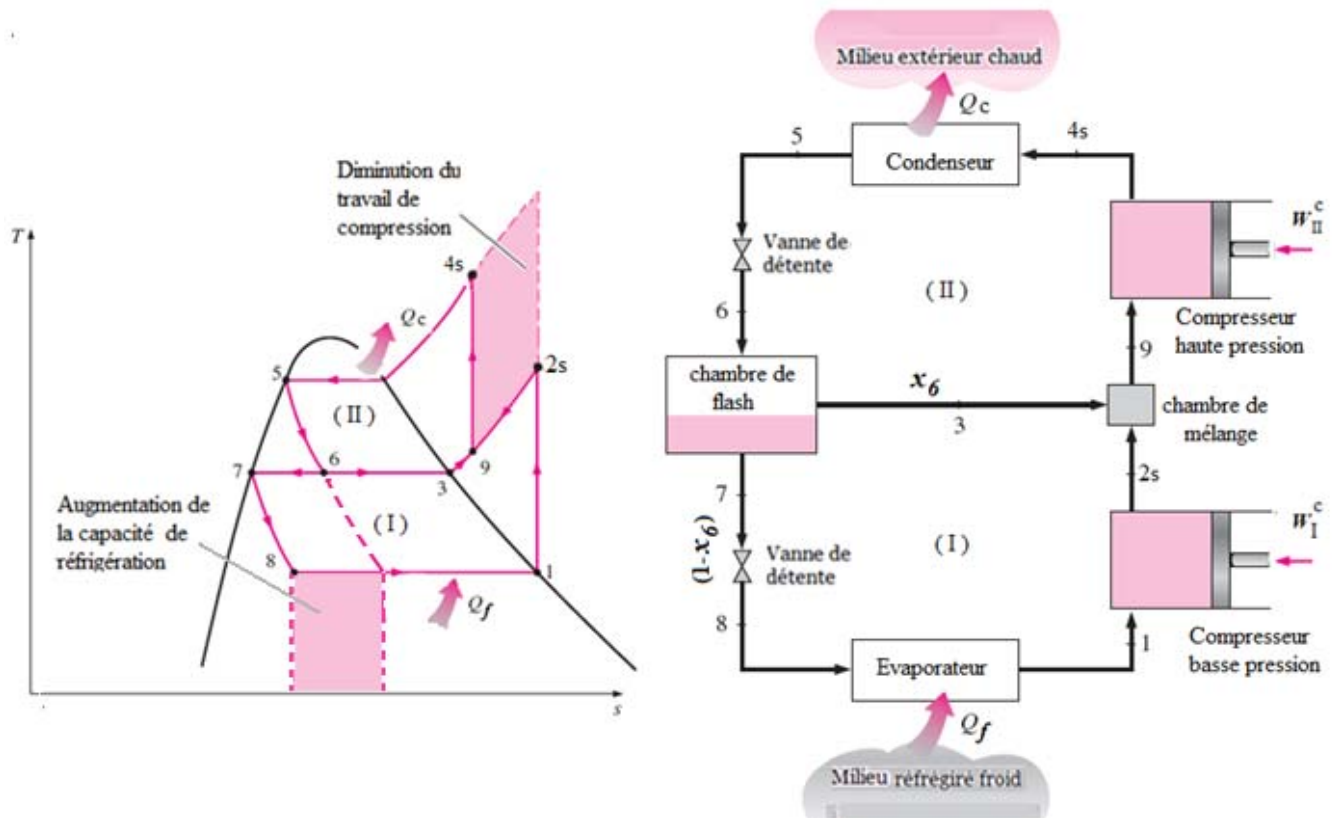

Figure 11.6 Cycle de réfrigération à compression multi-étagé
Lorsque les fluides frigorigènes utilisés dans les différents étages de la cascade (Fig.11.5) sont de même nature, on remplace l'échangeur de chaleur intermédiaire (entre le cycle I et II) par une chambre de flash (voir Fig.11.6) qui permet de séparer les deux phases liquide-vapeur du réfrigérant à la sortie de la vanne de détente (6) : une quantité de liquide saturée  $(1-x_6)$  est envoyée vers la deuxième vanne de détente (7) et une quantité  $(x_6)$  de vapeur saturée est envoyée vers une chambre de mélange (3). Par la suite ces deux quantités (c'est-à-dire  $(1-x_6)$  et  $x_6$ ) vont se mélanger dans cette chambre.